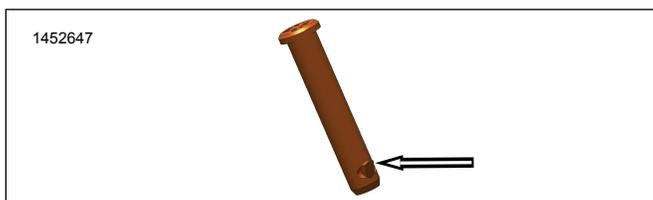

Figure 2. Languette de blocage de l'axe de chape
1. Retirer l'axe de chape du repose-pied conducteur (A).
- a. Figure 2 Localiser l'onglet de verrouillage.